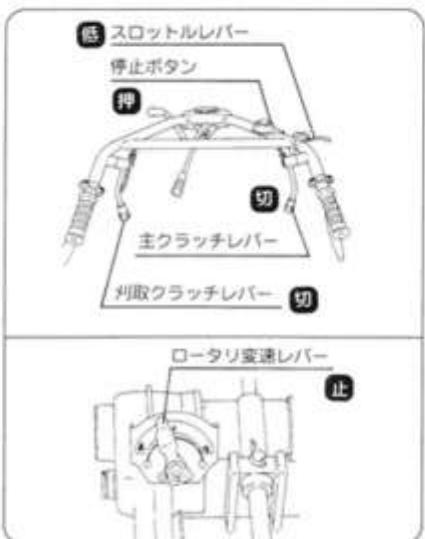

図39
3) 停止方法(図39)
- ① 主クラッチレバーを【切】にしてください。
- ② 刈取クラッチレバーを【切】にしてください。
- ③ スロットルレバーをL【低速】にもどしてください。
- ④ 停止ボタンを押してください。
- ⑤ ロータリ変速レバーを【止】にもどしてください。